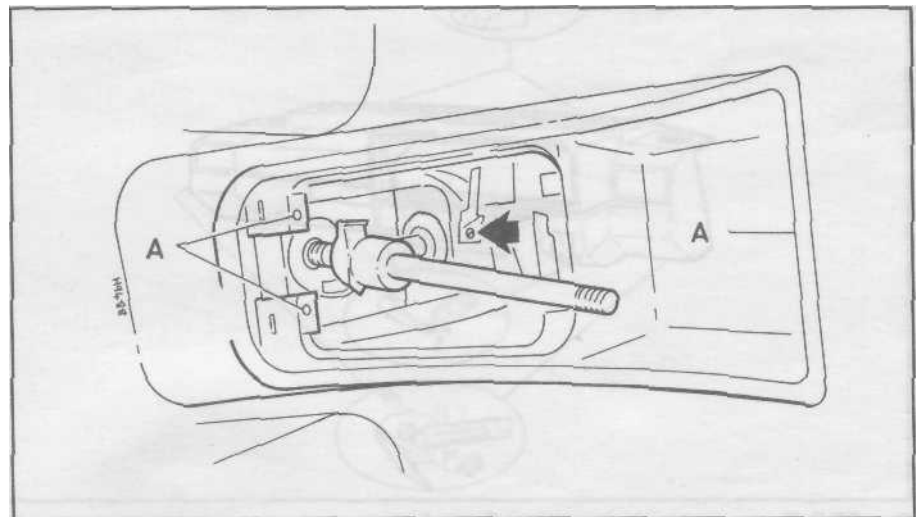

Рис. 29.3. Винт крепления пульта [показан стрелкой] и расположение направляющих [A]
- 3 Отверните винты крепления и стяните пульт с задних направляющих. Отсоедините разъемы выключателей на пульте [см. рис. 29.3].